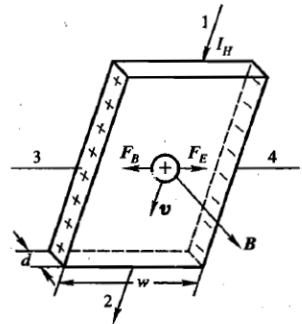

图 1
将通有电流的导体置于磁场 B 之中，磁场 B （沿 z 轴）垂直于电流 I_H （沿 x 轴）的方向，如图 1 所示，则在导体中垂直于 B 和 I_H 的方向上会出现一个横向电位差 U_H ；
(1) 不等位电势差 U_0 ：由于霍尔元件两端（图 1 中的3,4端）的电极不在同一等势面上导致的；属于系统误差；可以分别改变霍尔电流和磁场的方向测量四次，将得到的结果取平均值，即可消除此不等位电势差；
(2) 热磁效应：
①埃廷斯豪森效应：电流和磁场产生温度差，温度梯度产生温差电动势 U_E ；它与霍尔电流 I_H 、磁场方向 \mathbf{B} 有关；属于系统误差；由于 U_E 方向始终和霍尔电压 U_H 相同，所以不能通过换向法消除；但是由于温度差的建立需要较长时间，所以采用交流电可以使温度差来不及建立，从而减小测量误差；
②能斯特效应：由于霍尔片1,2端的接触电阻不同，产生沿霍尔电流方向的温度梯度，从而引起与热流和磁场方向垂直的电势差 U_N ；它与磁场 \mathbf{B} 和热流有关；属于系统误差；可以通过换向法消除；
③里吉-勒迪克效应：一个方向的电流外加磁场可以在与二者垂直的方向上产生温度梯度，从而又产生温差电动势 U_R ；它与磁场 \mathbf{B} 和热流有关；属于系统误差；可以通过换向法消除；